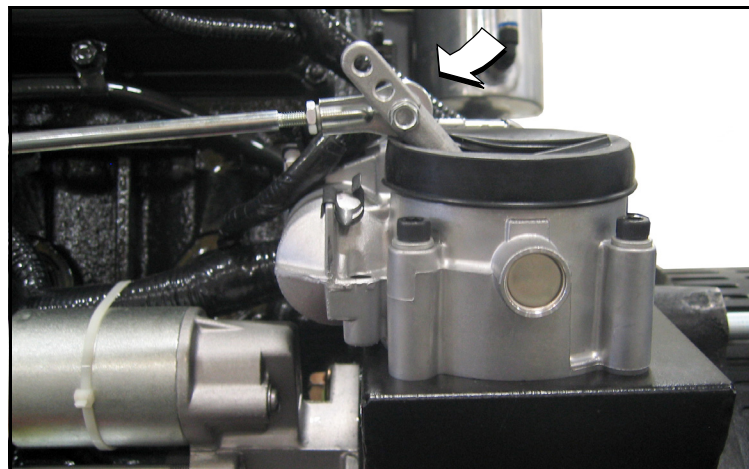

Figura 5-16. Lubricación de los extremos de la varilla del gobernador
1. Lubrique ambos extremos de la varilla con un pulverizador de silicona. Vea la Figura 5-16.